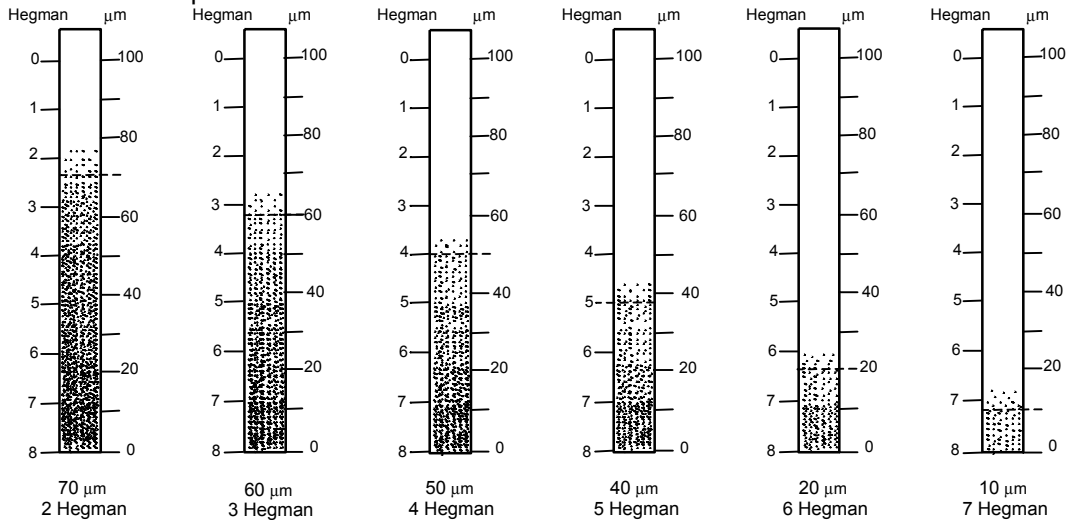

FIGURA 4.- Esquema de varios patrones típicos de comparación para la finura
- F.5. Para interpretar la finura de la pintura se pueden emplear como referencia, patrones de comparación como el mostrado en el esquema de la Figura 4, que representa grados de finura típicos de algunas pinturas. Estos patrones tienen el propósito de establecer una relación fija entre la distribución de las partículas y el número que indica la finura. La línea punteada a través de la ranura, en cada patrón, representa la frontera de más alta concentración de partículas de mayor tamaño. Los patrones indican divisiones a cada 10 μm , desde 10 μm hasta 70 μm , ya que en la práctica las pinturas normalmente quedan dentro del rango de estos patrones.